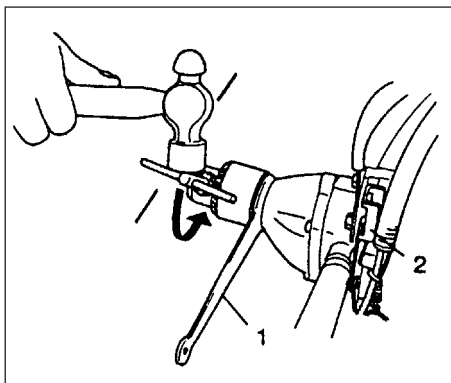

Fig. 2-6
- Resserer la caresse plus assurément, régler une 19 mm clé (1) entre le cas d'engrenage et la caresse d'exercice pour verrouiller l'arbre d'unité. Allumer le levier de serrure (2) a frappé alors la poignée de caresse montée avec un marteau pour visser (dans le sens des aiguilles d'une montre) la caresse. (TED-270PFL/270PFLS/270PFDH/270PFDLS/270PFHS) (Fig. 2-6)